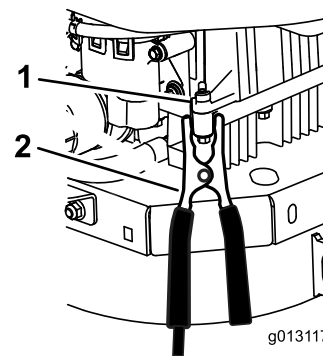

Figura 61
6. **Haga la conexión final al bloque motor del vehículo que no arranca (no al borne negativo de la batería) en un punto alejado de la batería, y apártese (Figura 61).**